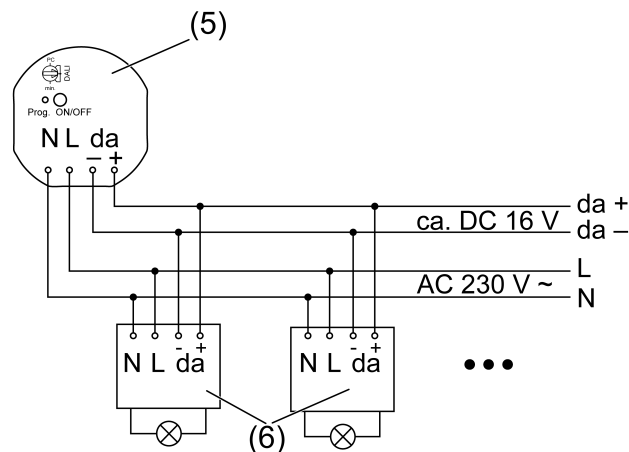

Figure 2: Exemple de raccordement
- Raccorder l'appareil de commande (5) et les appareils DALI montés en série (6) selon l'exemple de raccordement (Figure 2). Lors de cette opération, respecter les indications du fabricant des appareils montés en série.
- Monter l'appareil de commande dans le boîtier d'appareillage que la touche **Prog** (2) et la LED d'état (3) soient visibles.